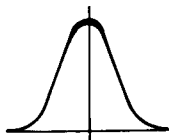

Fig. 6
Note 1: Using a sweep generator, input the weak signal (with a level causing noise on the IF waveform as shown in Fig. 6) so that the waveform becomes maximum and symmetrical.
Remarque 1: A l'aide d'un générateur de balayage, introduisez le signal faible (à un niveau causant des parasites sur la forme d'onde intermédiaire (IF) comme le montre la figure 6), pour que la forme d'onde devienne maximum et symétrique.